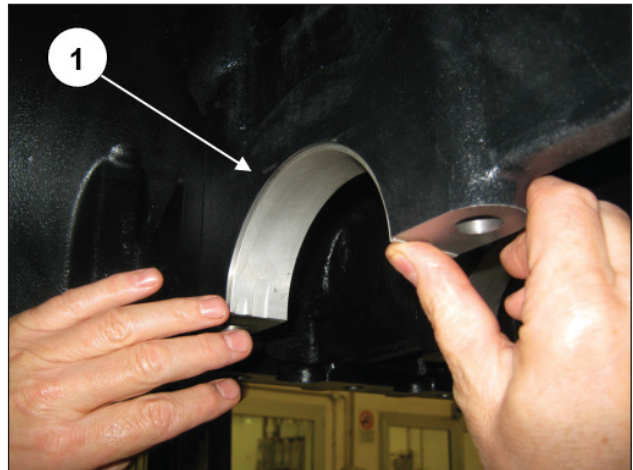

Fig. 27
Mantenha os semi-rolamentos de banco (pos. ①, Fig. 27) nos respectivos locais do cárter traseiro para evitar possíveis trocas.